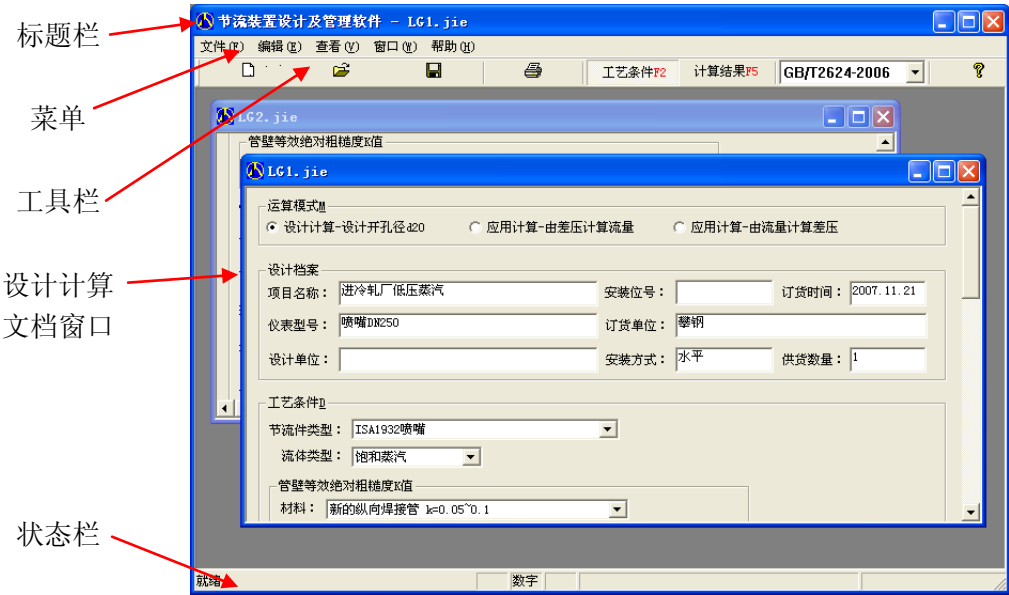

图 4 “流量测量节流装置专家系统软件”的主界面
3. “流量测量节流装置专家系统软件”主界面，如图 4 所示：